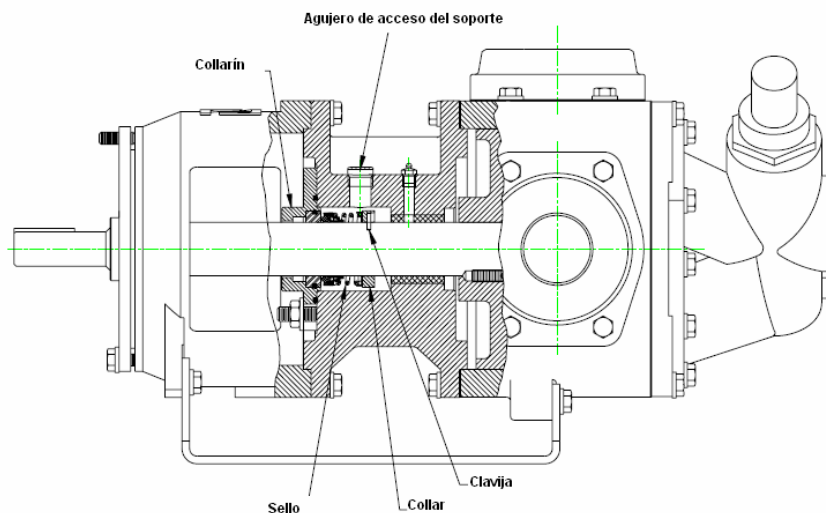

Figura 10 – Sello único en ubicación externa
C. Bombas con una solo sello detrás del buje (ubicación externa — consulte la Figura 10):
C. Bombas con un solo sello detrás del buje (ubicación externa) — consulte la Figura 10